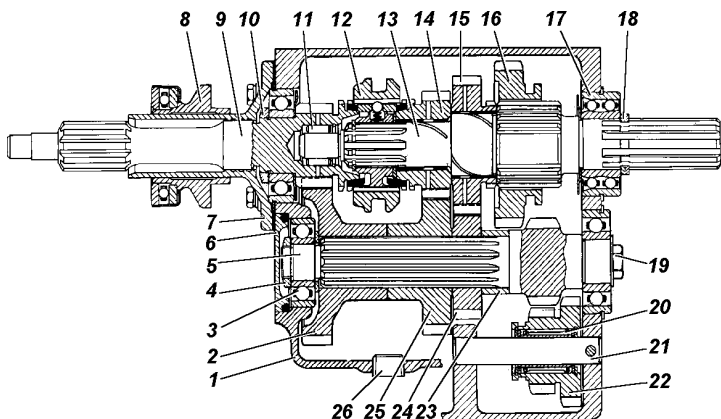

Рис. 5.7. Вариант исполнения коробки передач с синхронизатором только для третьей и четвертой (прямой) передач:
* На автомобиль может устанавливаться коробка передач (рис. 5.7), имеющая синхронизатор только для третьей и четвертой (прямой) передач. Обслуживание коробок одинаково. Взаимозаменяемость коробок в сборе сохранена, но детали и узлы этих коробок, в том числе и механизмы переключения, - не взаимозаменяемы